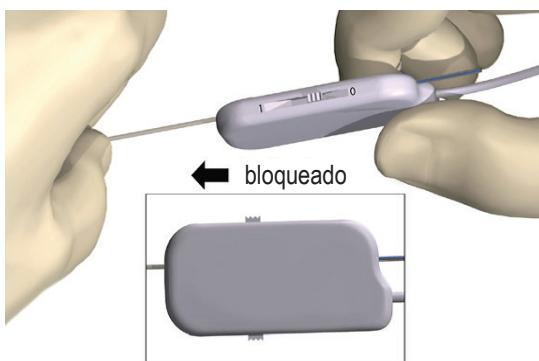

Figura 10: Fixação do elétrodo DBS no conector do cabo cirúrgico 1x8
7. Empurre a extremidade da elétrodo DBS para a porta até parar. Segure o elétrodo DBS no lugar enquanto desliza a alavancinha de bloqueio para a posição de bloqueada (1) (Figura 10).